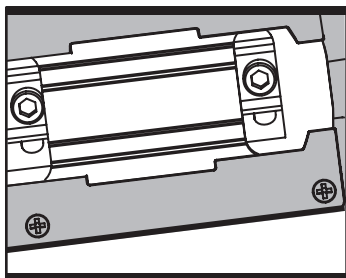
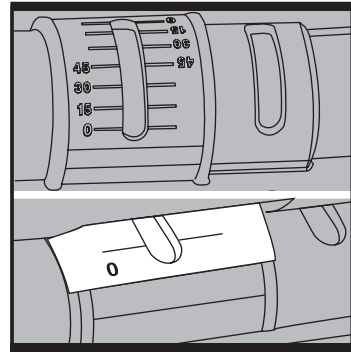

Fig 8
Fig 9
Con una llave allen (14), afloje los tornillos que aseguran la base (Ver Fig 8). Para ángulos prefijados, gire la base hasta alinearla con el ángulo deseado de la placa de ángulos (11) (0, 15, 30, 45) (Ver Fig 9). Para otros cortes de inglete, gire la base usando un transportador. Siguiendo uno de los procedimientos anteriores, sostenga la base en posición y ajuste firmemente los tornillos para fijarla a ese ángulo. Finalmente, verifique el ángulo y asegúrese de que la base esté firmemente ajustada. Las marcas de ángulo sobre la base son exactas para propósitos generales, pero se recomienda que para un trabajo más preciso se fije el ángulo con un transportador y se efectúe un corte de prueba en una pieza de desecho.